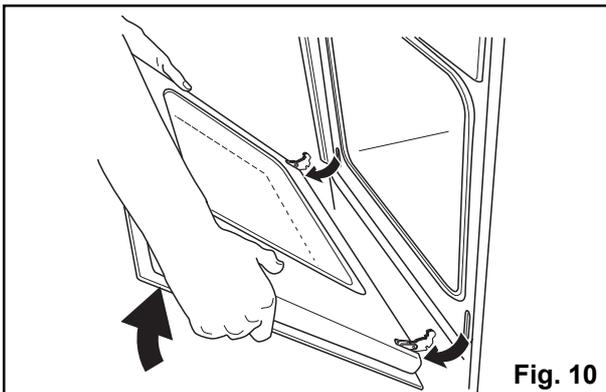

Fig. 10
3. Saisissez la porte à deux mains sur les côtés et fermez-la **jusqu'à ce que vous sentiez une résistance**. Prolongez le mouvement en la soutenant jusqu'aux 3/4 de la fermeture (Fig. 10).
4. Retirez la porte du four (Fig. 10).